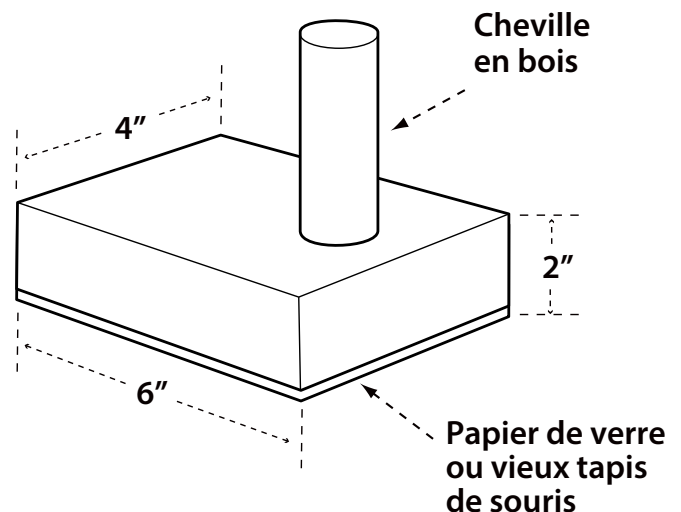

FIGURE 34
3. Collez un morceau de matériau mou ou rugueux tel que du papier de verre ou du caoutchouc à la partie inférieure du bloc pour prendre en main la pièce (les vieux tapis de souris fonctionnent bien). Voir Figure 34.